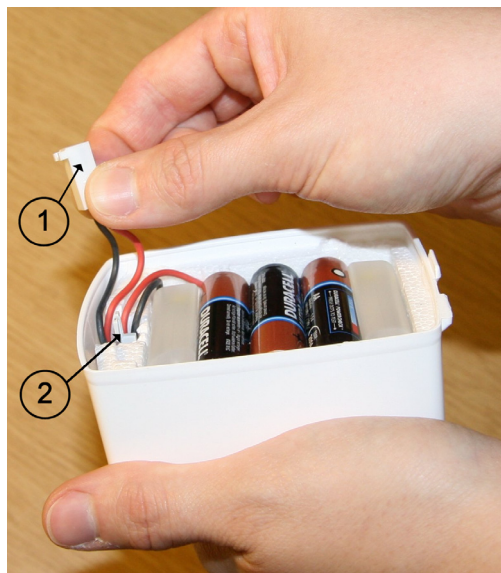

図 22 バッテリーコネクタをコネクタホルダーに入れる（その 1）
3. バッテリーコネクタを持ち（次の図の①）、図 22 ページの 32 に示すようにワイヤーを横に曲げます。